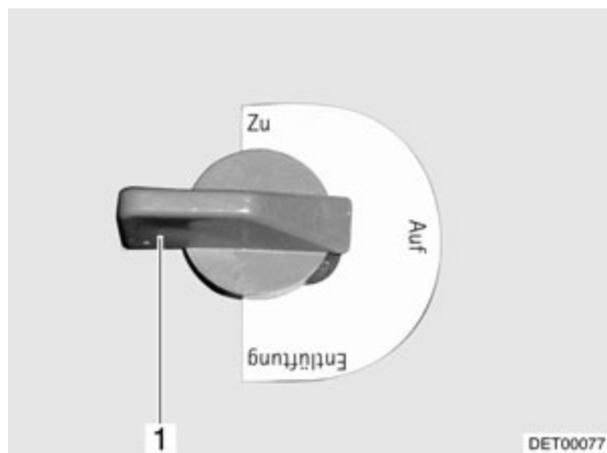

Fig. 169 Robinet de vidange
- Fermé : l'ergot du levier de commande (Fig. 169,1) pointe dans la direction de la marche.
- Tourner le levier de commande du robinet de vidange (Fig. 169,1) sur la position "Entlüftung" (purge).
- Tourner le levier de commande du robinet de vidange (Fig. 169,1) sur la position "Auf" (ouvert). L'eau s'écoule.
- Tourner le levier de commande du robinet de vidange (Fig. 169,1) sur la position "Zu" (fermé).